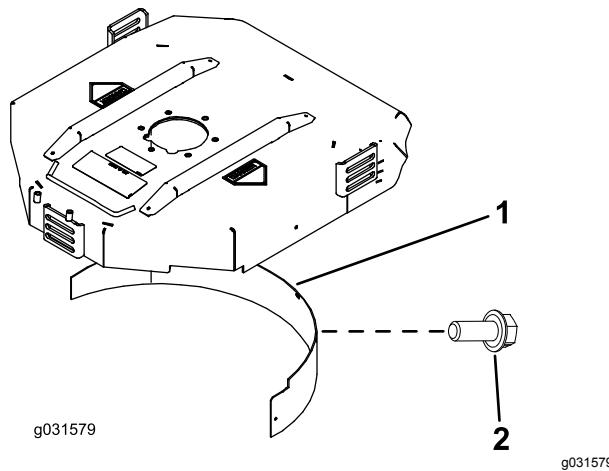

Figura 11
2. Instale o abafador de cobertura (mulch) na abertura traseira e fixe-o com 5 parafusos com cabeça flangeada (Figura 11).